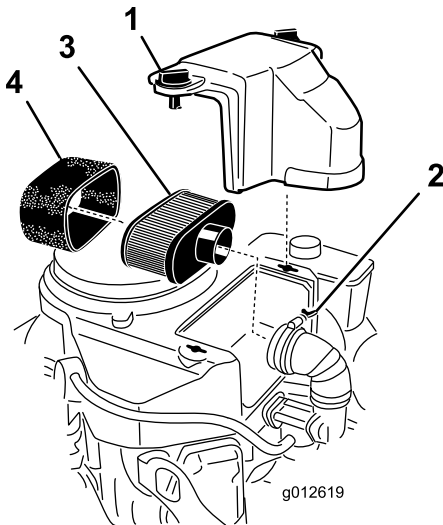

Figura 41
3. Para evitar qualquer dano, limpe à volta do filtro de ar para impedir a entrada de impurezas para o interior do motor (Figura 41).
4. Desaperte os manípulos da tampa e retire a cobertura do filtro de ar (Figura 41).
5. Desaperte a braçadeira de tubo e retire a estrutura do filtro do ar (Figura 41).
6. Retire cuidadosamente o filtro de esponja, passando pelo filtro de papel (Figura 41).
Nota: Se estiver muito sujo, substitua o elemento de papel por um novo (Figura 41).
1. Coloque cuidadosamente o filtro de esponja, passando pelo filtro de papel (Figura 41).
2. Coloque a estrutura do filtro do ar na base do filtro do ar ou tubo e prenda-a (Figura 41).
3. Coloque a cobertura do filtro de ar na respetiva posição e aperte o manípulo da tampa (Figura 41).